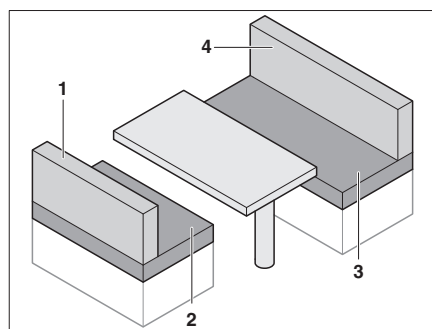

Fig. 72 Prima della trasformazione
- Togliere i cuscini dello schienale (Fig. 72,1 e 4).